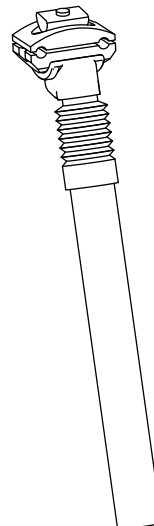

Abb. 21
- Einstellbare Sattelstütze mit Dämpfung Abb. 21.